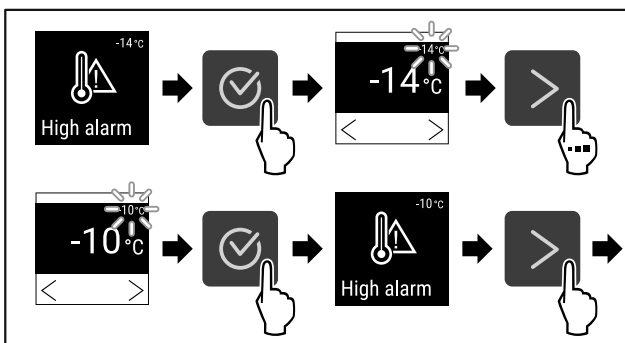

Fig. 132
- ▶ Suivre les étapes (voir Fig. 132).